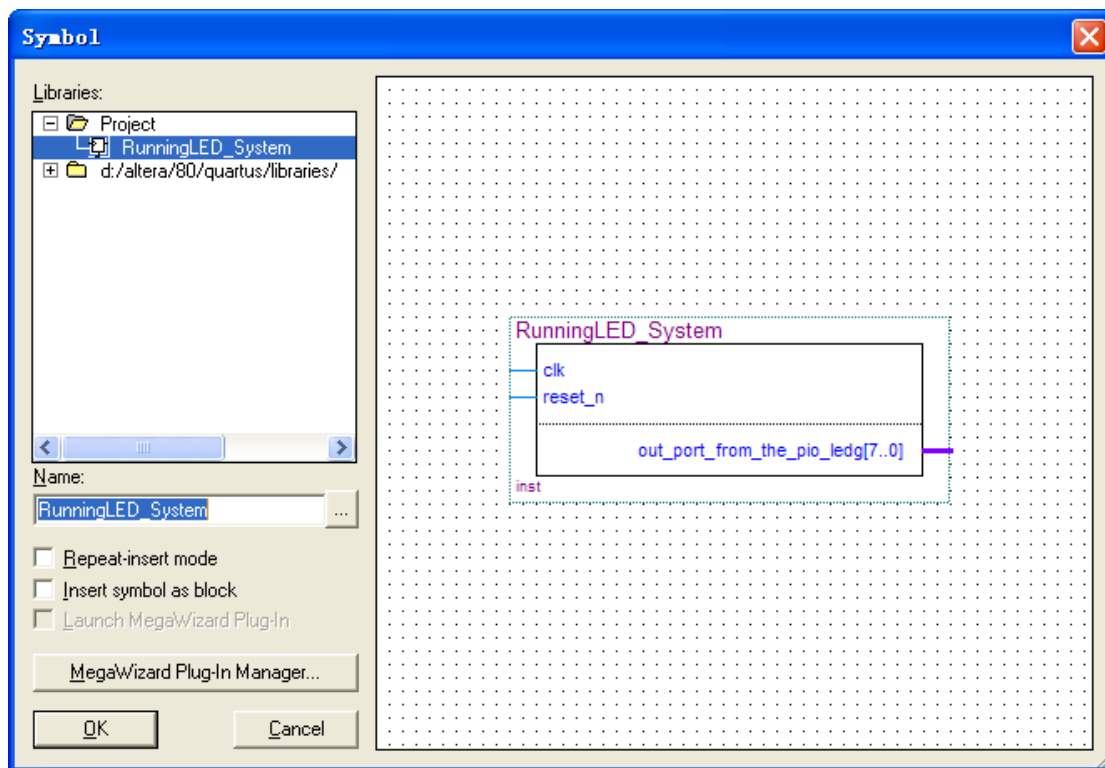

图 7-8 添加 SOPC 系统
10. 这次使用符号框图完成顶层实体。新建一个符号文件，添加刚才建立的 SOPC 系统。如图 7-8。